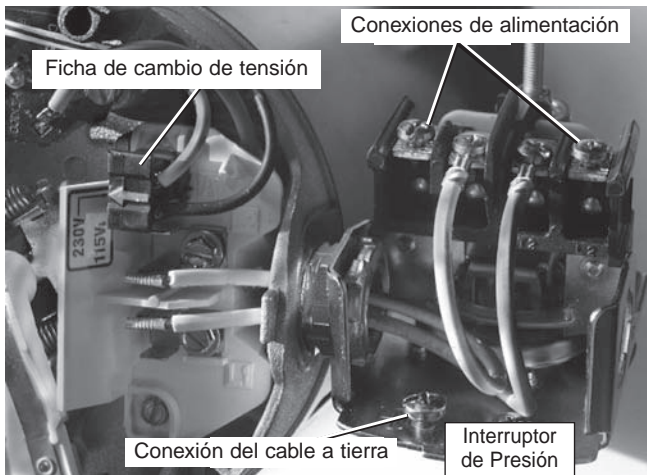

Figura 6: Tensión configurada para 230 voltios, tipo ficha.
4. Conecte los conductores de alimentación a los dos tornillos exteriores en el manóstato según se ilustra en el Figura 6.
5. Conecte el cable a tierra a una de las conexiones a tierra según se ilustra en la Figura 6.
- Paso 1. Conecte el alambre de puesta a tierra primero según se ilustra en la Figura 6. El alambre de puesta a tierra debe ser un alambre de cobre sólido por lo menos tan grande como los alambres de suministro de corriente.
- Paso 4. Conecte los alambres de suministro de corriente al conmutador de presión según se ilustra en la Figura 6.